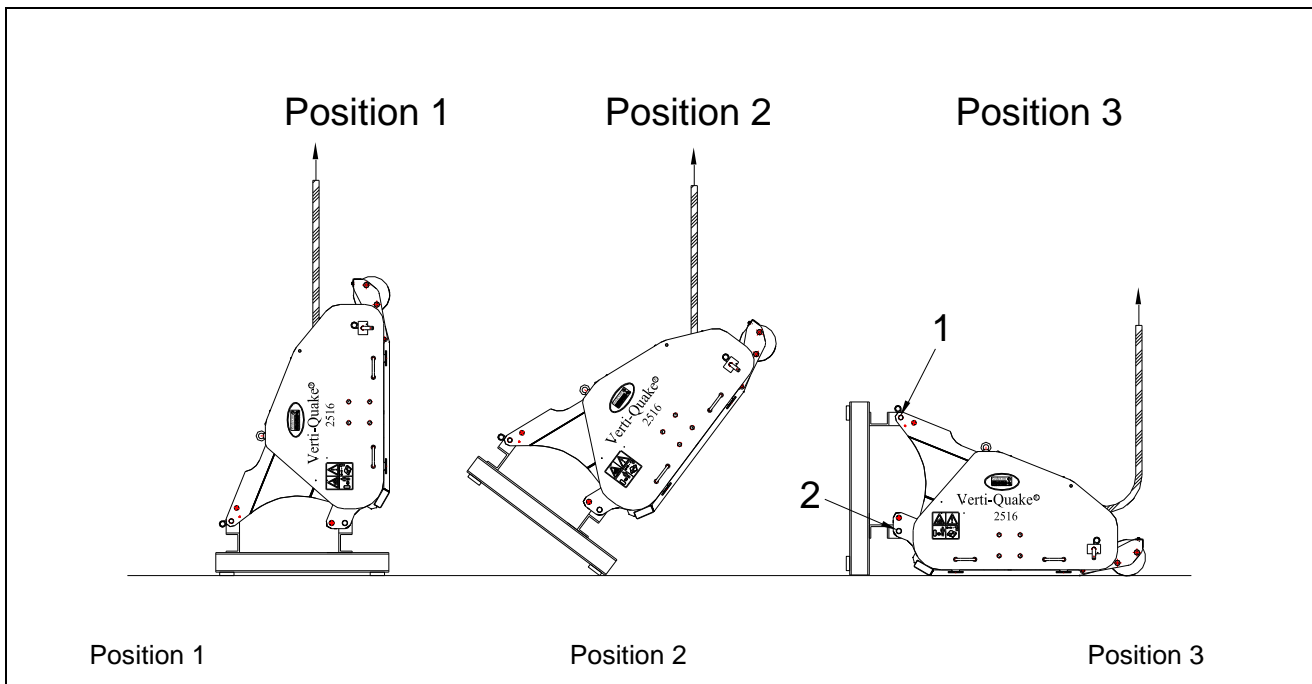

Fig. 7
De machine staat verticaal op de pallet. Om de pallet te verwijderen en de machine horizontaal op de grond te krijgen, handel als volgt: (fig. 7)
1. Bevestig een kabel aan het hefpunt en aan de rol. (fig. 7 Position 1)
3. Zorg ervoor dat de machine op de punt van de pallet komt te staan. (fig. 7 Position 2)
4. Laat de machine gecontroleerd en rustig zakken tot deze volledig op de ondergrond staat. (fig. 7 Position 3)